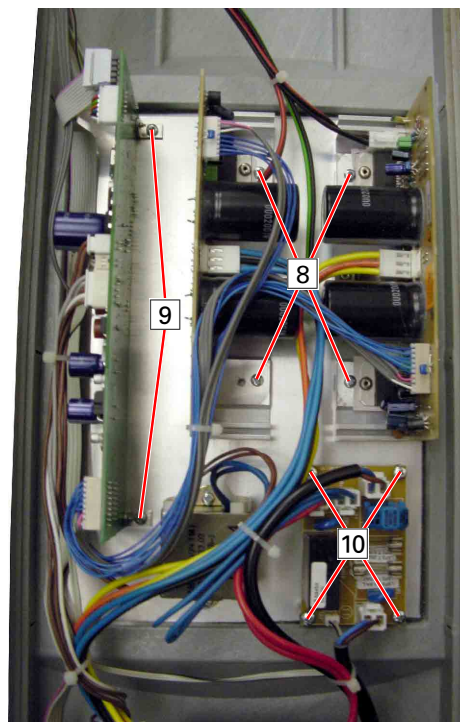

Fig. 7
5. Audio-Platte ausbauen (Fig. 7)
6. Netz-Anschluss-Platte ausbauen (Fig. 7)
4. Removing the AF Amplifier Boards (Fig. 7)
5. Removing the Audio Board (Fig. 7)
6. Removing the Mains Connection Board (Fig. 7)